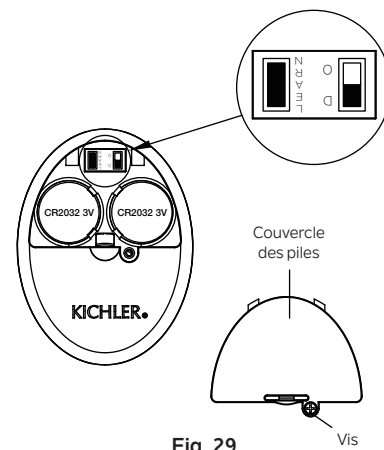

Fig. 29
Sinon, la télécommande ne fonctionnera pas. Pour effectuer ce processus manuellement, suivez les étapes ci-dessous : Après l'installation et le câblage de l'unité, rétablissez l'alimentation de votre ventilateur, appuyez sur la touche LEARN et maintenez-la enfoncée pendant 1 à 3 secondes, le ventilateur se mettra en marche à vitesse moyenne et la lumière (si installée) s'allumera. Cela confirme que le processus d'apprentissage est terminé. Cette opération doit être effectuée dans les 30 secondes suivant la remise sous tension du ventilateur. (Fig. 29)
REMARQUE : Assurez-vous que l'interrupteur à glissière dans le compartiment à piles marqué « DO » est en position « D ». (Fig. 29)
Étape 4. Remettez le couvercle de la pile et serrez avec un tournevis. (Fig. 29)